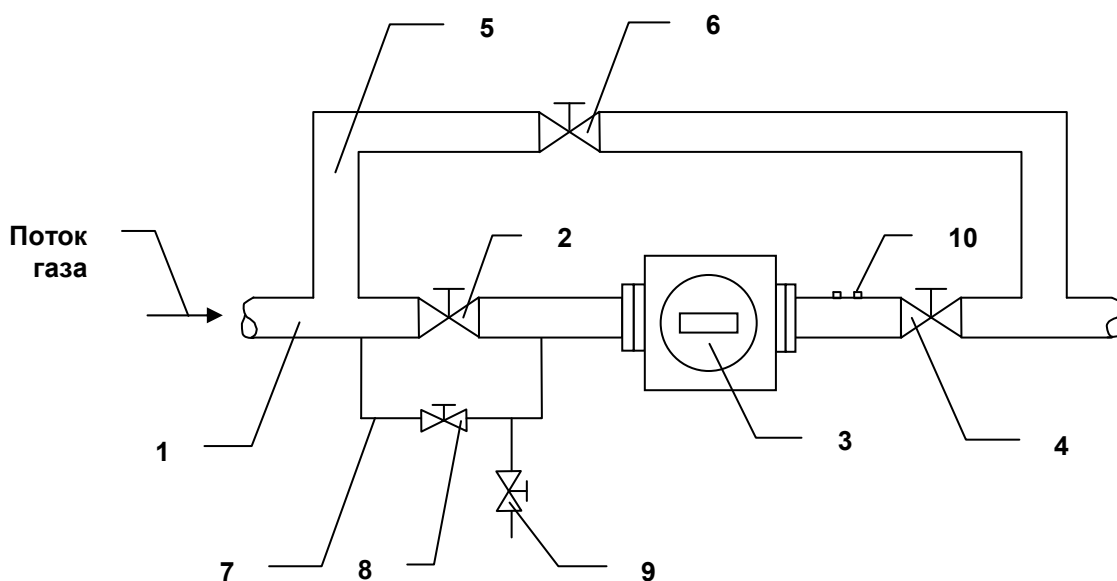

Рис. 7. Установка счетчика с перепускным каналом
3.16.6. Для трубопроводов с давлением свыше 16 атм схема установки счетчика приведена на рис. 7. Перепускной канал 7 позволяет избежать резких перепадов давления на счетчике при открытии вентилей трубопровода. Диаметр канала должен быть от 20 до 25 мм. Вентили 8 и 9 позволяют плавно повышать давление при пуске счетчика.
6.7. Пуск счетчика с перепускным каналом (см. рис. 7)